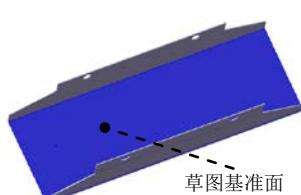

图 11.2.29 草图基准面
(1) 选择命令。选择下拉菜单 **插入(I)** → **切除(C)** → **拉伸(E)...** 命令。
(2) 定义特征的横断面草图。
① 定义草图基准面。选取图 11.2.29 所示的表面作为草图基准面。